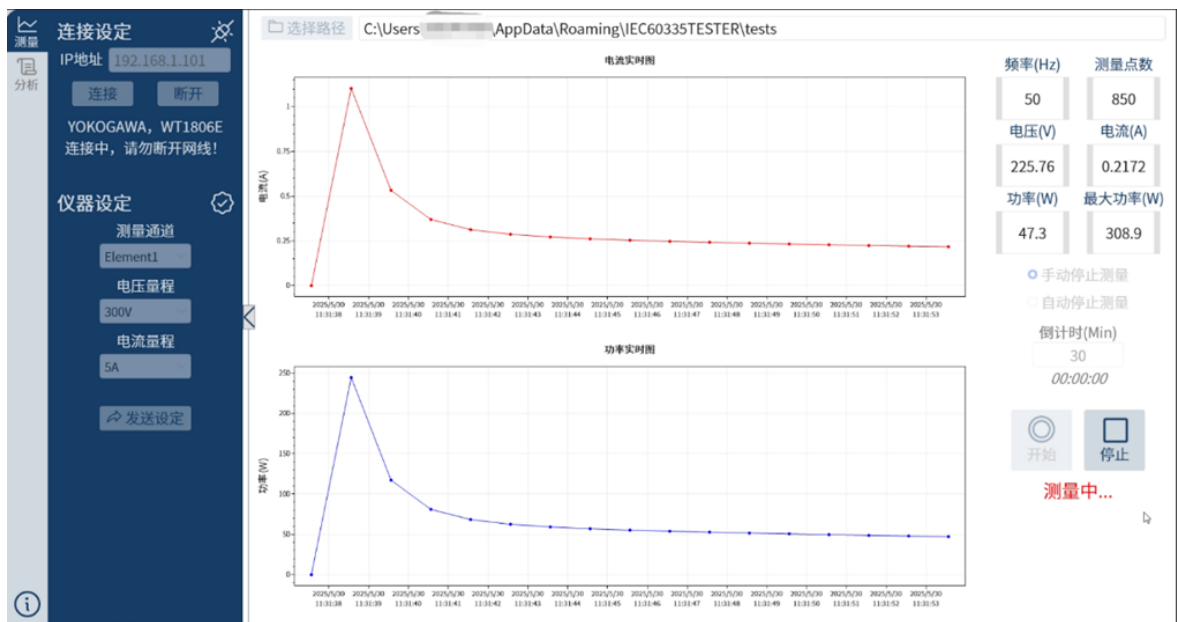

图1 IEC60335Tester测量界面
Step3停止测量：点击【停止】按钮，软件即可将包括时间、频率、功率、电压、电流以及功率因数在内的采集数据以Excel文件的形式自动保存至设置路径中。此外，软件还配备了自动倒计时停止功能，以此简化操作流程为测试人员开通便捷服务，相关界面如图1所示。